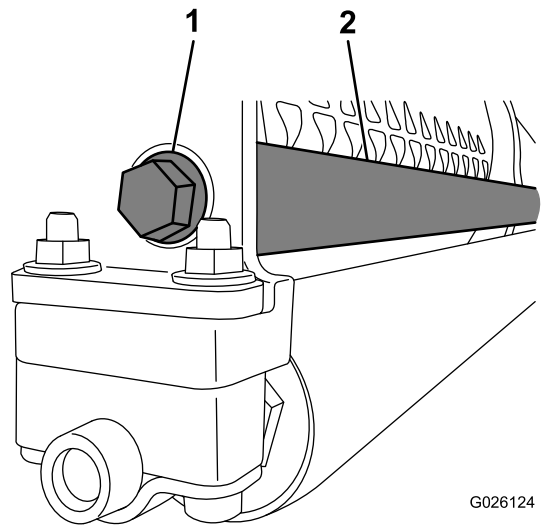

図 6
4. フランジヘッドボルトを使って、ウェイトロッドのねじ切り側の端部をフレームに固定する 図 6。